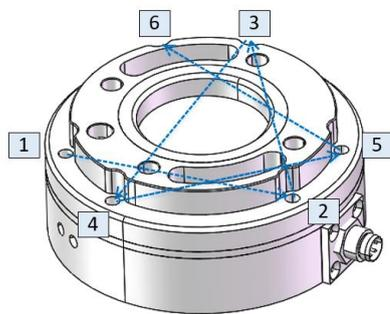

图 2-7 螺钉拧紧顺序
- c. 将安装法兰安装于机械臂上：通过 $\phi 5$ 定位销将安装法兰与机械臂进行定位，使用 4 颗 M6 内六角螺钉将安装法兰与机器人完成固定。定位销是为了获得设备安装连接的重复性，如果不使用定位销，传感器性能不受影响。拧紧螺钉的过程，请按照下图 2-7 所示的对角线顺序逐渐拧紧螺钉。使传感器与机器人或转接工装能够均匀接触。